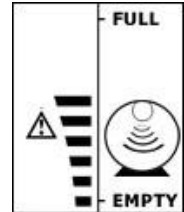

Fig. 12
- 6) Le récepteur montre le niveau du volume restant et un triangle clignotant (fig 12).